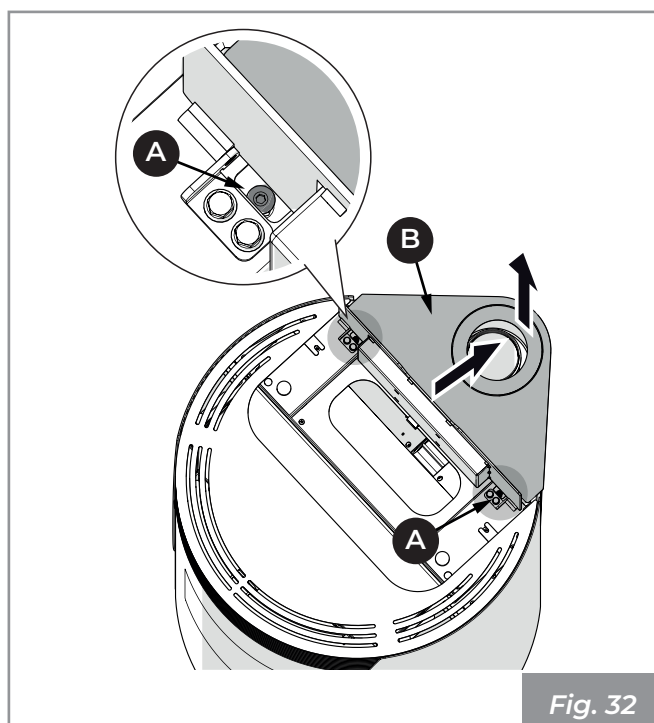

Fig. 32
- Aflojar los tornillos **(A)** y extraer la superficie **(B)** (**Fig. 32**).